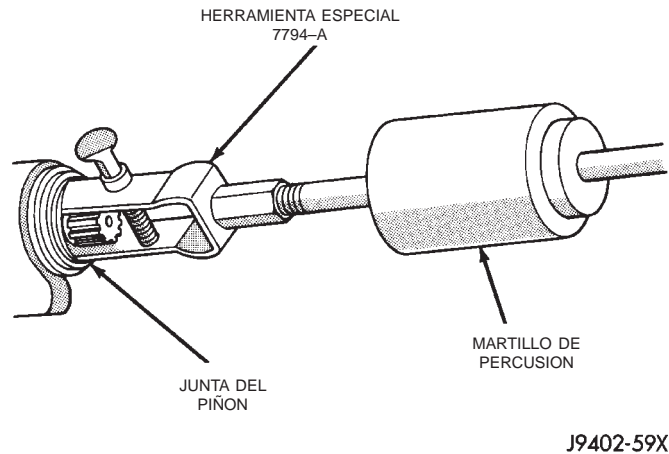

Fig. 11 Desmontaje de la junta
(10) Utilice el extractor 7794-A y el martillo de percusión para retirar la junta del eje de piñón (Fig. 11).